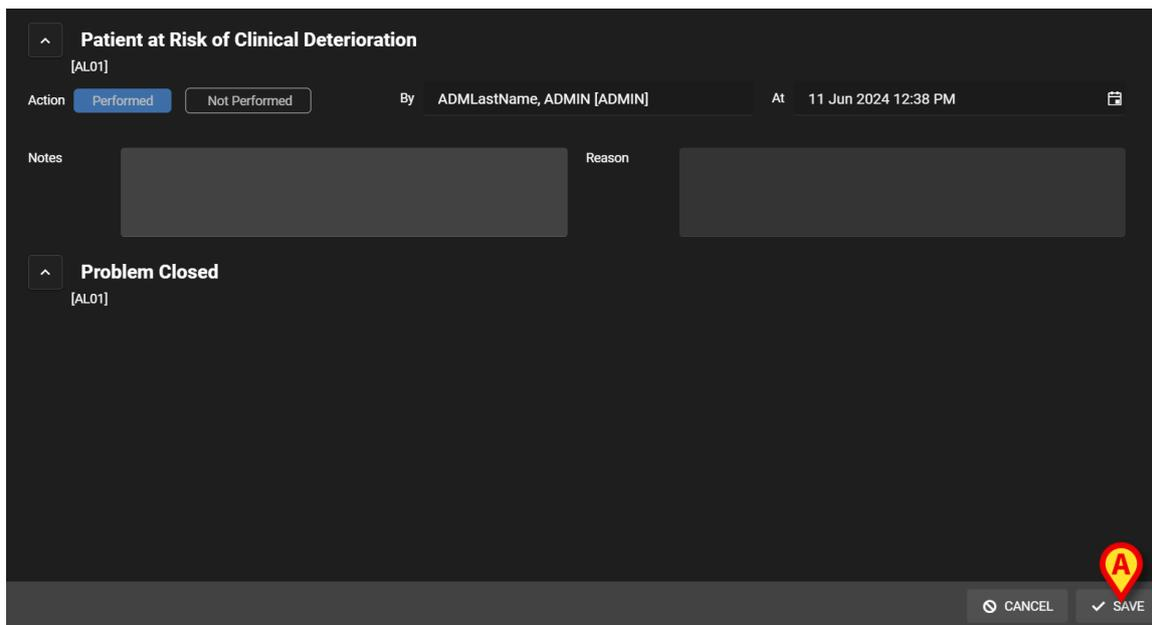

Fig 79
Se abre la ventana de ejecución (Fig 79).
- Haga clic en **Save** (Guardar) (Fig 79 A).